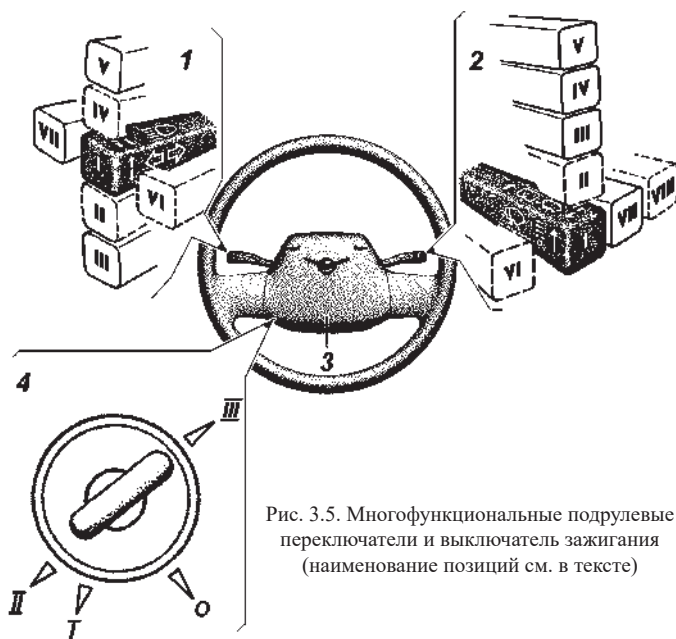

Рис. 3.5. Многофункциональные подрулевые переключатели и выключатель зажигания (наименование позиций см. в тексте)
- 2 – выключатель зажигания (рис. 3.5);
- 4 – многофункциональные подрулевые переключатели (рис. 3.5);
Многофункциональные подрулевые переключатели и выключатель зажигания (рис. 3.5):